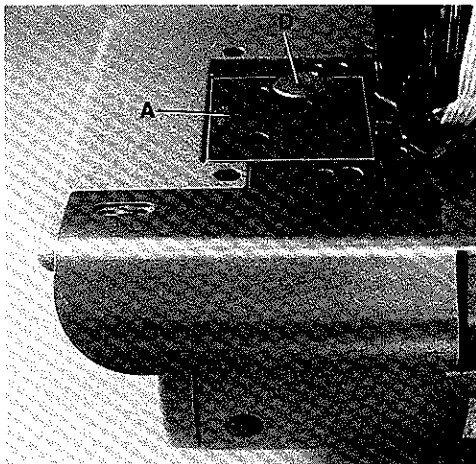
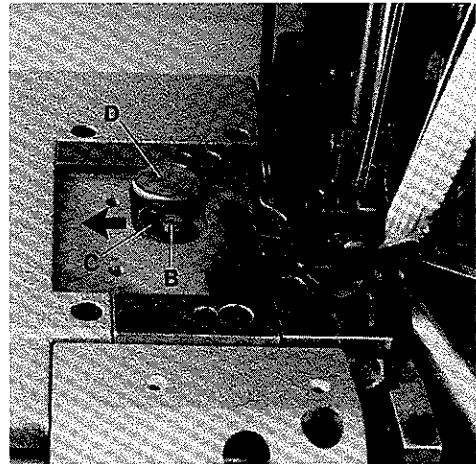
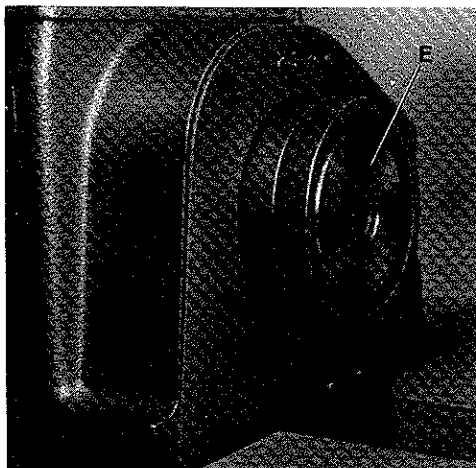

Fig. 33
Fig. 34
Fig. 35
Before the machine leaves the factory, the stitch length change mechanism is locked. After removing cover (A, Fig. 33) and loosening screw (B, Fig. 34) lever (C) can be swung in the direction of the arrow to the left to unlock the stitch length change mechanism. The required hexagon socket wrench is a component of the machine accessories.
The stitch length is changed by slightly pressing push button (D, Fig. 33 and 34) and simultaneously rotating pulley (E, Fig. 35). Within one revolution of the pulley push button (D, Fig. 33) engages and the stitch length change starts. Rotating pulley clockwise shortens the stitch, rotating it counter-clockwise increases the stitch. After setting the desired stitch length, the mechanism can be locked again. Remount cover.
Vor dem Versand der Maschine wird die Stichlängenverstellung blockiert. Entfernt man den Deckel (A, Fig. 33) und löst die Schraube (B, Fig. 34), kann der Hebel (C) in Pfeilrichtung nach links geschwenkt werden und die Arretierung der Stichlängenverstellung ist aufgehoben. Der benötigte Sechskantschraubendreher ist im Zubehör der Maschine enthalten.
Die Stichlänge wird durch leichtes Drücken auf den Knopf (D, Fig. 33 und 34) und gleichzeitiges Drehen des Handrades (E, Fig. 35) eingestellt. Nach spätestens einer Umdrehung des Handrades rastet der Knopf (D, Fig. 33) ein und die Stichverstellung beginnt. Drehen des Handrades im Uhrzeigersinn verkleinert den Stich, drehen im Gegenuhrzeigersinn vergrößert ihn. Nach dem Einstellen der gewünschten Stichlänge kann, wenn notwendig, die Stichlängenverstellung wieder blockiert werden. Montieren Sie den Deckel wieder.